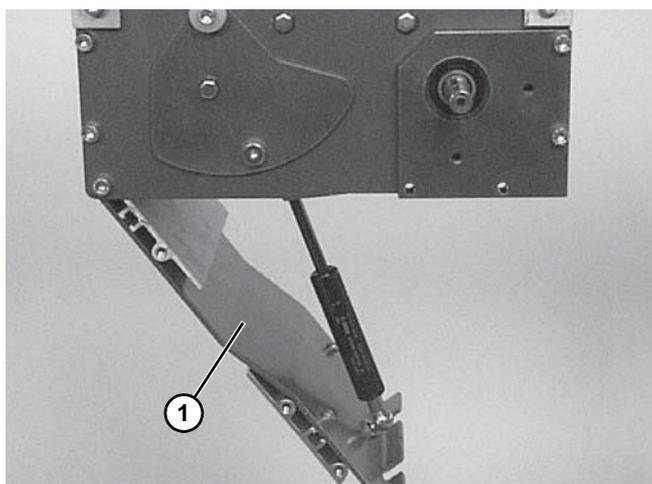

Figure 52
9. Fermer soigneusement la porte du système de tension du module d'entraînement (Figure 52, élément 1). Voir AVERTISSEMENT.